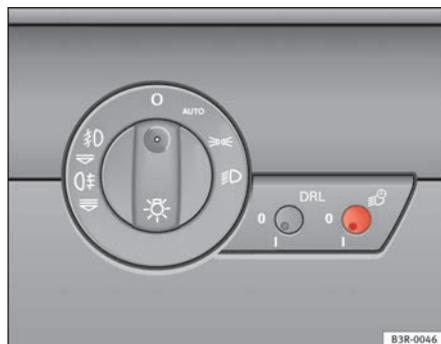

Fig. 85 Détail du tableau de bord : commande coming/leaving home
- Appuyez brièvement sur le bouton ⇒ fig. 85 afin de le dégager de sa position de réglage.